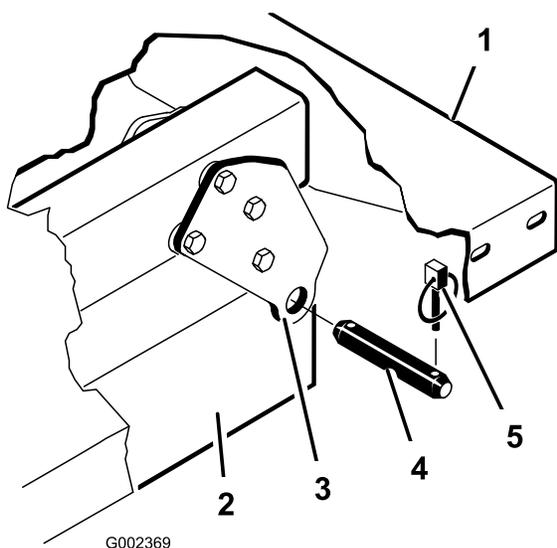

Figure 43
**Remarque:** Vérifiez que les plaques de pivot arrière sont boulonnées au cadre/profilé du véhicule de sorte que l'extrémité inférieure soit inclinée vers l'arrière (Figure 43).